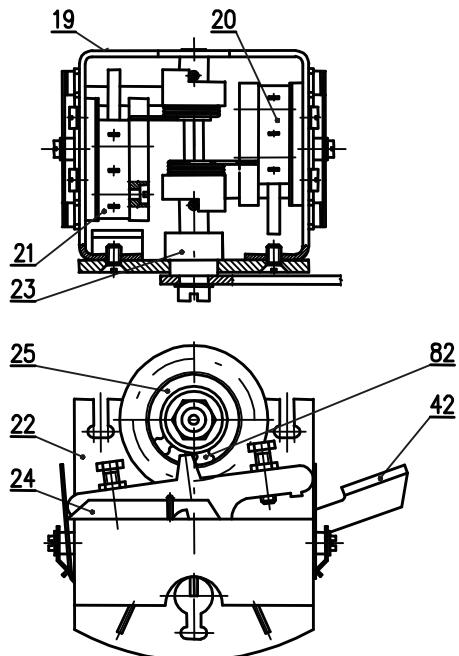

Рис. 5
- блок момента выключения (рис. 5)
- механизм блокировки (82) рис. 5
Блок моментного выключения (рис. 5) представляет несущую балку, на которой размещены выключатели S1 (20) и S2 (21). На валике (23) размещены выключающие рычажки (24), которые при помощи пружины удерживают выключатели во присоединенном состоянии вплоть до момента, когда происходит поворот валика от привода момента выключателя.
Механизм блокировки (82) (рис. 5) обеспечивает блокировку момента выключения, как правило, на 1 или 2 оборота после реверса ЭП. После осуществления установленного количества оборотов моментное устройство возвращается к своему первоначальному функционированию.